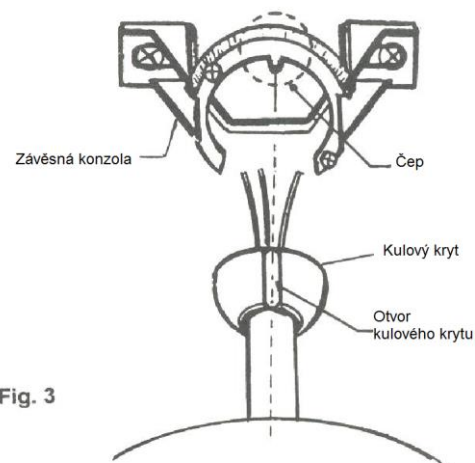

Fig. 3
**POZNÁMKA:** Čep naproti závěsné konzoly by měl zapadnout do otvoru v kulovém krytu (fig. 3).
Pomocí svorkovnice proveďte připojení následujícím způsobem (Fig. 3).